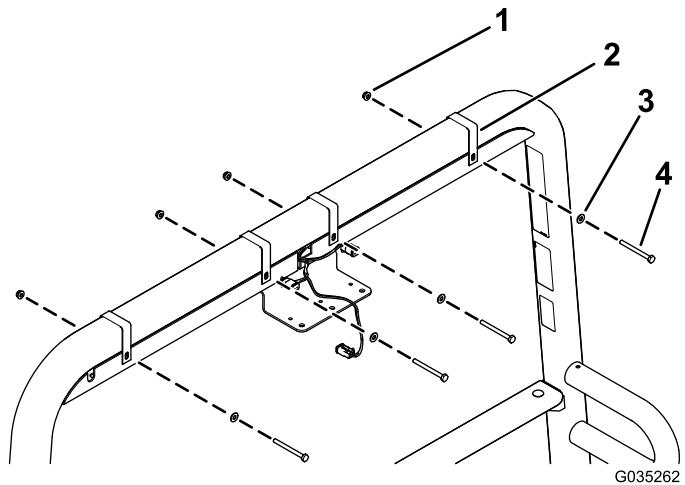

Figure 4
2. Fixez les 2 profilés d'éclairage au cadre du système ROPS avec les 4 supports, les 4 boulons à tête hexagonale (1/4 x 2-3/4 po), 4 rondelles plates (1/4 po) et 4 écrous à embase (1/4 po), comme montré à la Figure 4.